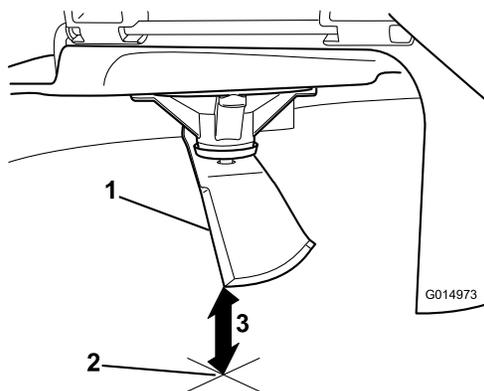

Рисунок 64
3. Измерьте расстояние от конца ножа до плоской поверхности (Рисунок 64).